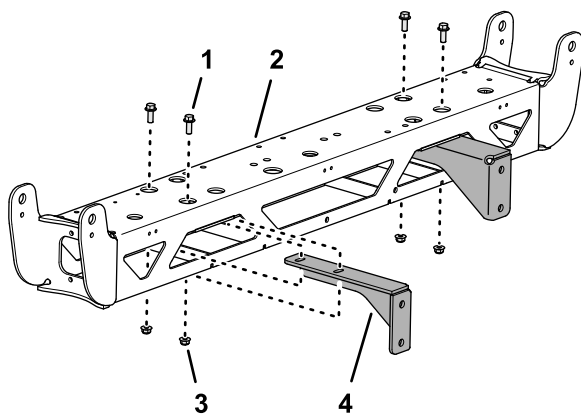

Figura 82
4. Rimuovete le 2 viti a testa cilindrica flangiata (3/8" x 1") e i 2 dadi di bloccaggio flangiati (3/8") che fissano la staffa di supporto alla sezione centrale della barra e rimuovete la staffa (Figura 82).
5. Ripetete il passaggio 4 per l'altra staffa di supporto (Figura 82).